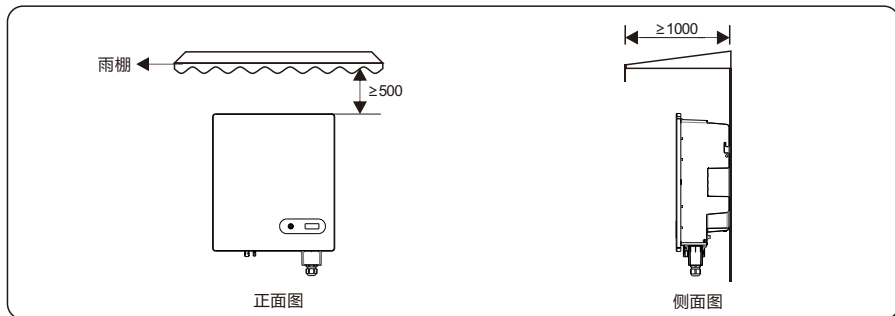

图4.3 有遮挡环境安装图 (单位: mm)
- 为确保逆变器能在最佳状态运行，并且延长其使用寿命，请选择逆变器避免受到阳光直射、雨淋与积雪的环境安装；如图4.3所示。